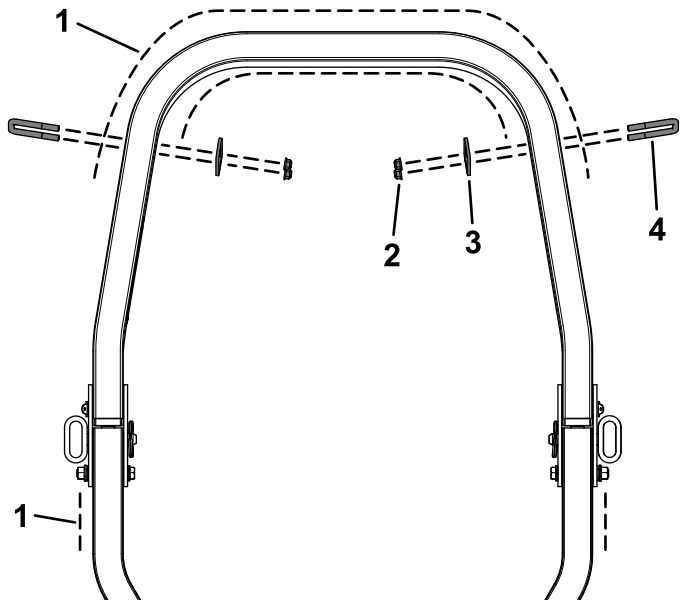

Bild 7
2. Befestigen Sie die beiden Montageplatten der Lampe mit zwei Bügelschrauben und zwei Sicherungsmuttern ($\frac{3}{8}$ ") an der gewünschten Stelle am Überrollbügel (Bild 7).